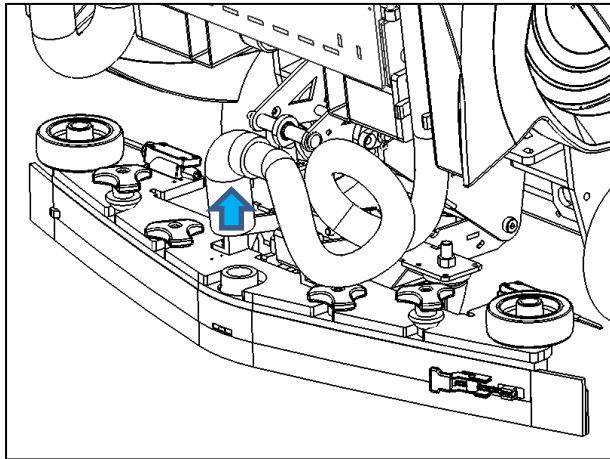

Fig. 1
1. Koppel de zuigslang los van de zuigmond (Fig 1).